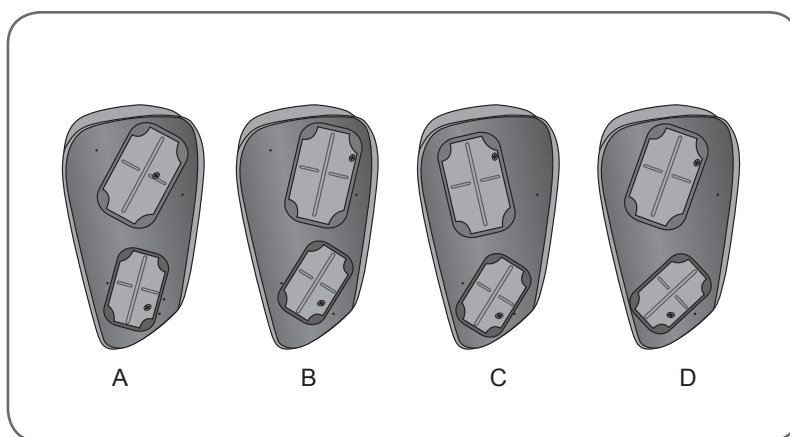

Figure 6-15 : Panneaux d'ajustement des extenseurs.
1. Sélectionnez un panneau d'ajustement des extenseurs qui provoquera le mouvement désiré de la main. Reportez-vous à la Figure 6-15.